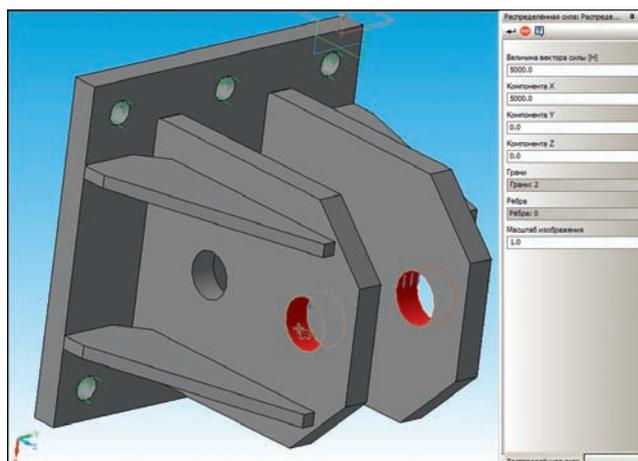

Рис. 4 Задание распределенной силы
- Равномерно распределенную силу по грани или ребру, заданную в проекциях X, Y, Z силы (Н) в глобальной системе координат (рис. 4).